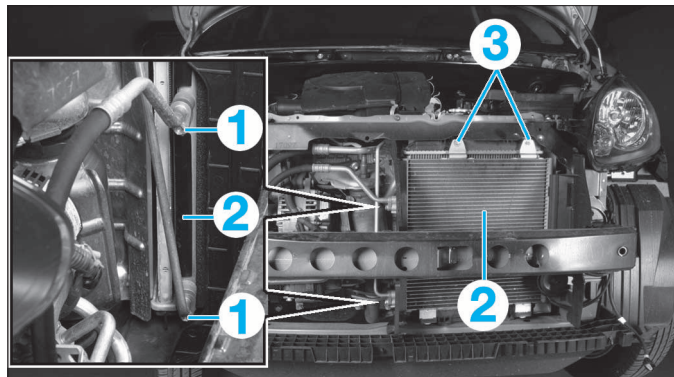

FIG. 26
- Dévisser les vis de fixation (1) des raccords sur le condenseur (2) (Fig. 26).
- Dévisser les deux vis de fixation supérieure (3) puis déposer le condenseur en le tirant vers le haut en prenant garde à ne pas détériorer les ailettes de refroidissement.